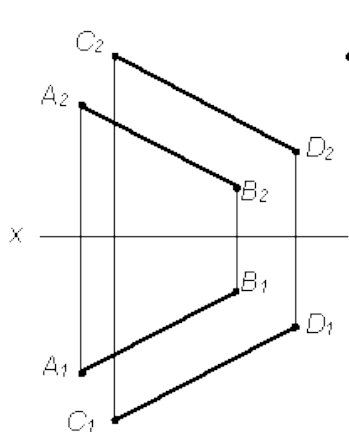

Рис.1.
1. Найти горизонтальную проекцию точки К, если она принадлежит плоскости, заданной  $AB \parallel CD$  (рис. 1):